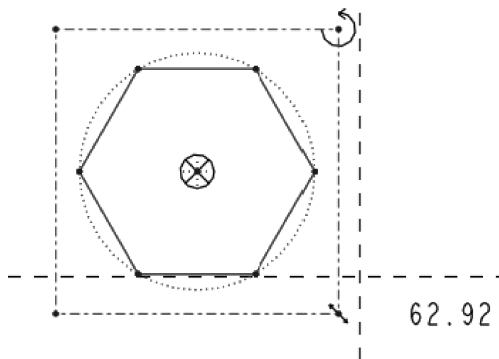

图 4-39 插入正六边形
(9) 在图库列表中选择【六边形】选项，并按住鼠标左键将其拖动到图形区合适的位置，松开鼠标左键，便可完成正六边形的插入；也可以先在图库列表中双击【六边形】选项，然后在图形区的合适位置单击，将正六边形插入，插入后的图形如图 4-39 所示。